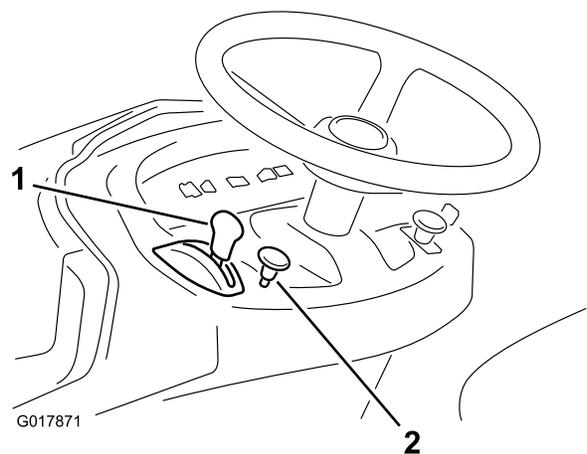

Figure 9
5. Pour démarrer un moteur à froid, tirez sur la commande de starter (Figure 9)
7. Lorsque le moteur démarre, amenez progressivement la manette d'accélérateur en position Haut régime (Figure 9).
1. Placez la manette d'accélérateur à la position bas régime (Figure 9).